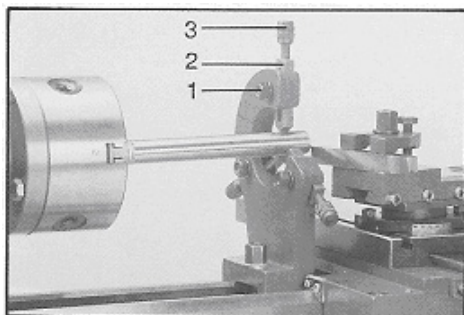

Рис. 20
Вращайте винты с накатной головкой (3, Рис. 20) пока все упорные губки (2) не соприкоснутся с заготовкой, не зажимая ее.